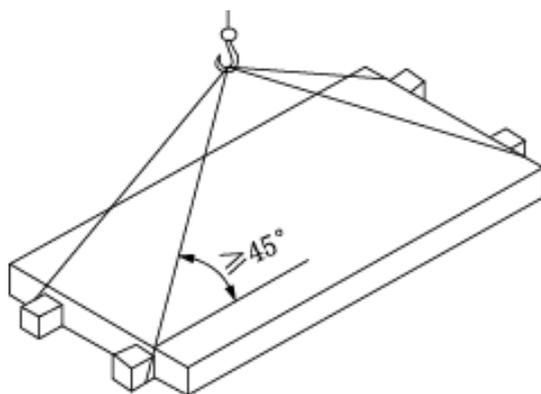

图 4
5.3.3.4 同时要保证连接件钢球能自由活动,不得卡住,不得有悬空现象。起吊用钢丝绳的张角不得小于 45° 见图 4。辨认左单元秤台的方法:装四个传感器并带有纵向限位螺栓和横向限位板。(见图 4)